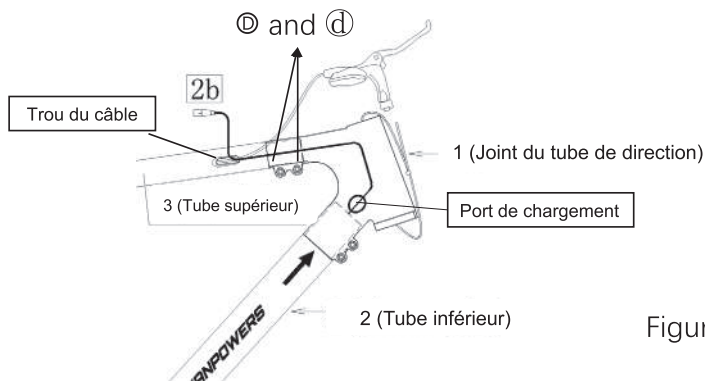

Figure 6.
b. Insérez la pièce 3 dans la pièce 1 mais ne serrez pas encore les boulons ⓐ et ⓑ, comme indiqué sur la Figure 6.